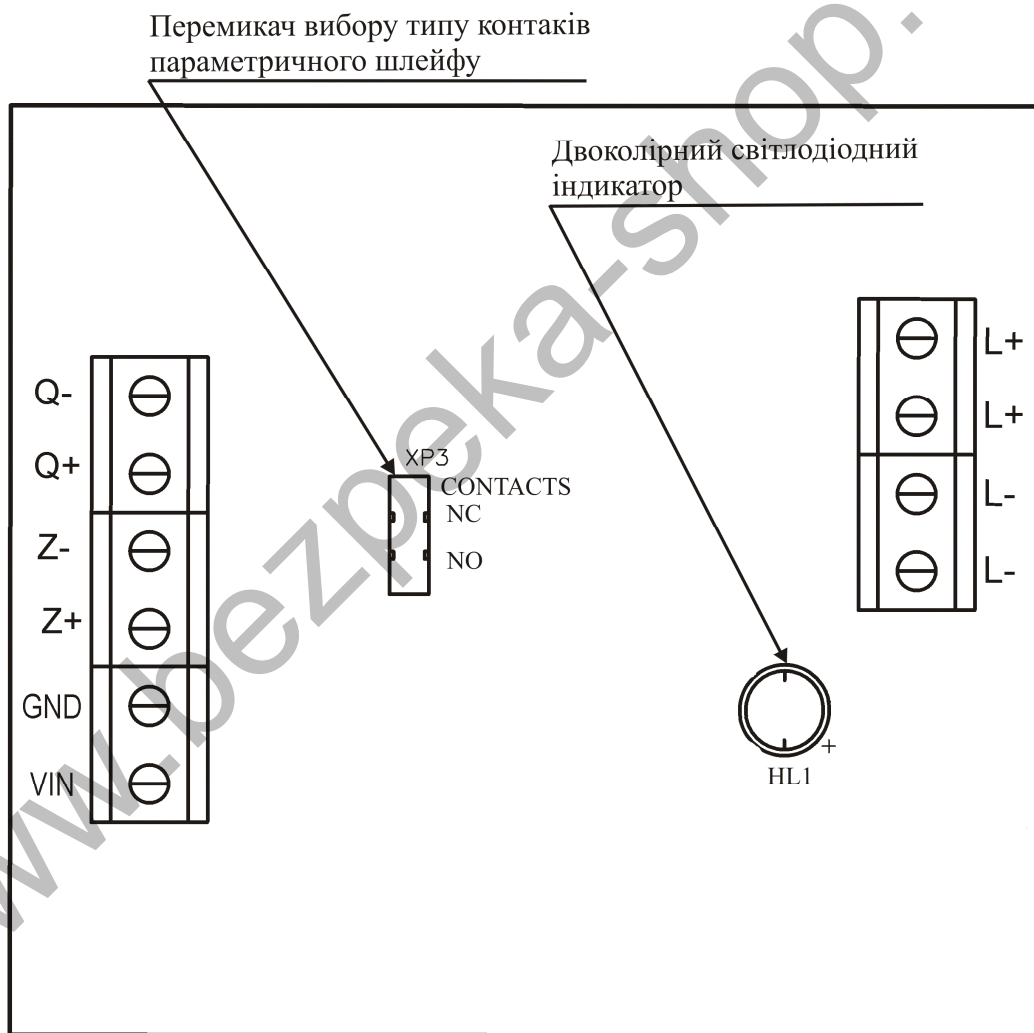

Рисунок 1 – Плата АМ-1
Параметричний шлейф АМ-1 працює з пожежними сповіщувачами (або іншими технологічними датчиками), контакти яких замикаються (НР контакти) або розмикаються (НЗ контакти) при пожежі, тип контактів задається перемикачем CONTACTS (див. рисунок 1), положення NC (НЗ) – контакти, що розмикаються в стані «Пожежа», положення NO (НР) – контакти, що замикаються в стані «Пожежа». Ініціалізація типу контактів відбувається при
1) «Норма» - світлодіодний індикатор (рисунок 1) блимає зеленим кольором два рази з інтервалом 3 секунди;